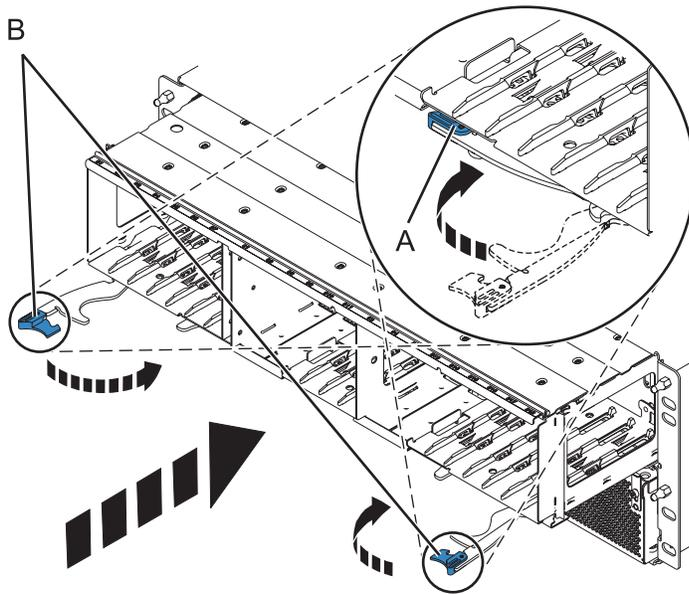
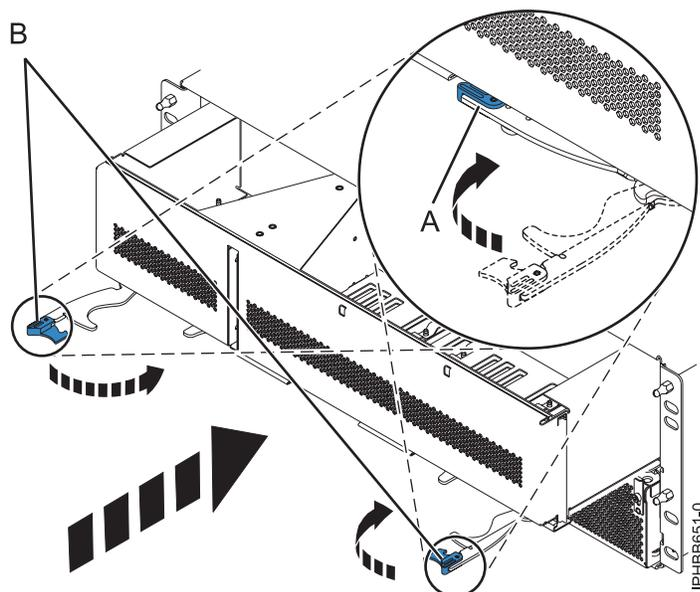

Figure 5. Installation du fond de panier d'unité de disque dans un modèle monté en armoire
Figure 6. Installation de l'obturateur de fond de panier sur un modèle monté en armoire
7. En soutenant le fond de panier ou l'obturateur de fond de panier, faites-le glisser dans l'unité d'extension comme indiqué dans la figure 5, à la page 8 ou la figure 6, à la page 8.
- Fixez le fond de panier d'unité de disque en faisant passer les taquets de verrouillage de la position ouverte (B) à la position fermée (A).